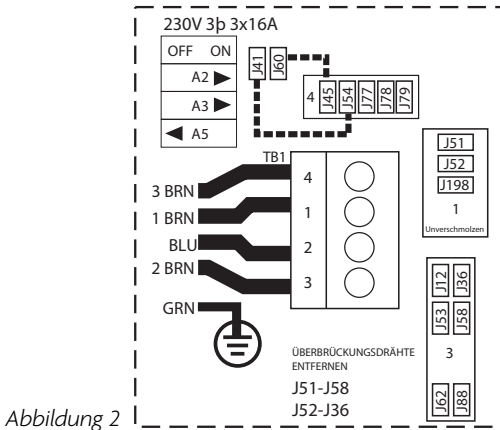

Abbildung 2
2. Installieren Sie nur Jumper-Drähte erneut, wie in den gestrichelten Linien in Abbildung 2 angezeigt.